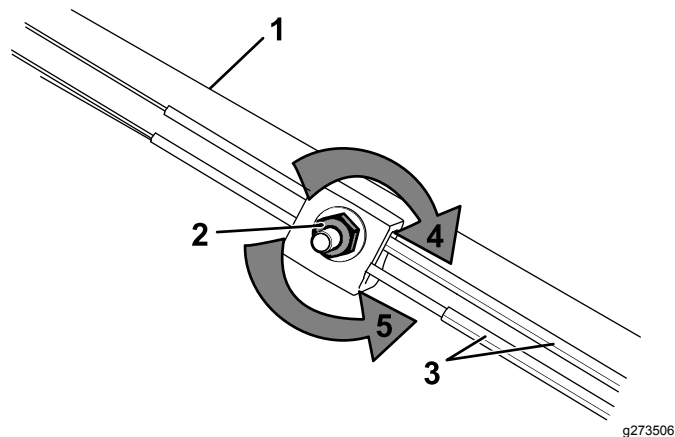

Figura 31
1. Gire la tuerca de ajuste en sentido antihorario para aflojar los ajustes de cables (Figura 31).
2. Ajuste la tensión de los cables (Figura 31) tirando de ellos hacia atrás o empujándolos hacia adelante, y sujételos en esa posición.